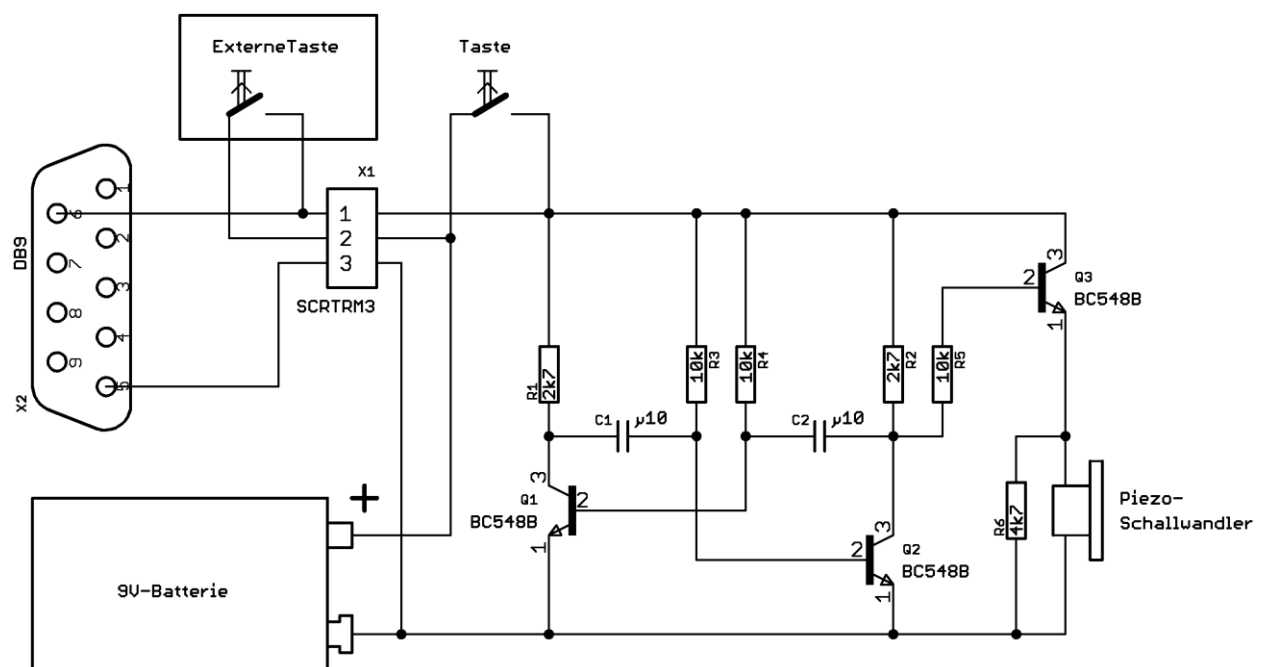
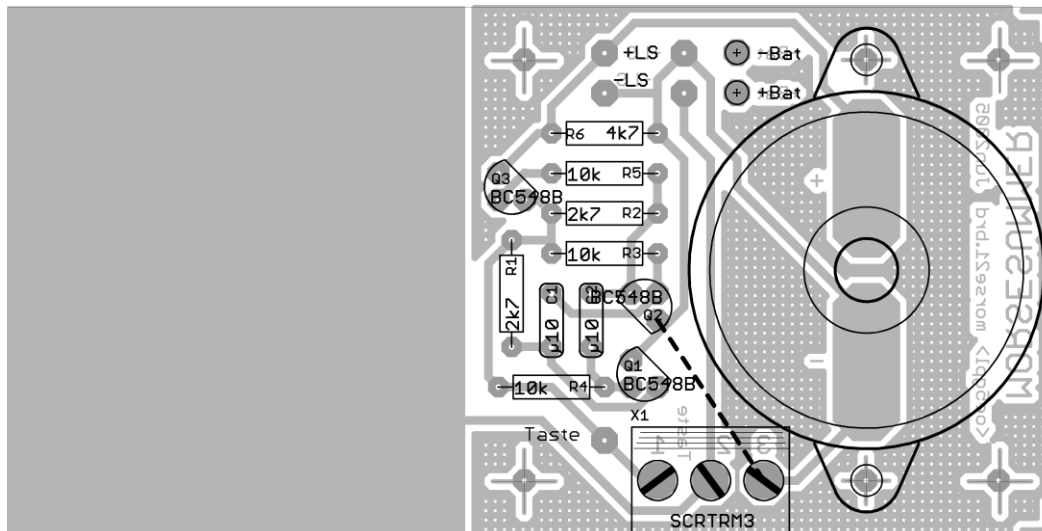

Abb. 8: Ergänztes Schaltbild
Abb. 9: Ergänzter Bestückungsplan
- Beim Morsesummer sind statt zwei dann drei Anschlüsse erforderlich, der neue, dritte Anschluß liegt auf dem Potential des Batterie-Minuspol. Abb. 8 zeigt das Schaltbild, Abb. 9 den ergänzten Bestückungsplan. Ein bereits vorhandenes Gerät ist leicht auf den Letztstand zu bringen, indem zu den beiden vorhandenen der dritte Anschluß hinzugefügt und mit einer Brücke zum Minuspol verbunden wird (Abb. 9 und 11). Wer es ordentlich und dauerhaft machen will, wird für den Anschluß Schraubklemmen verwenden.